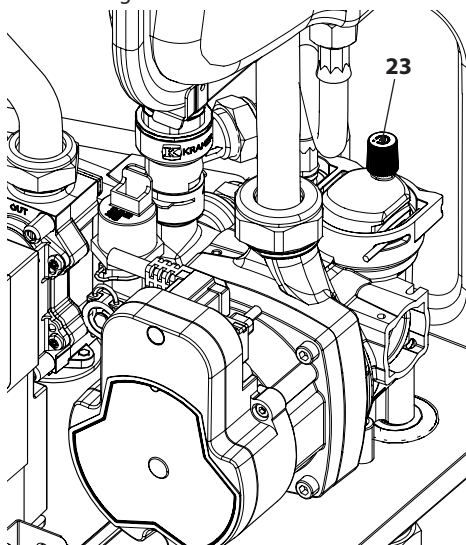

Figura 6.3
- Svitare il tappo della valvola di sfiato automatica 23 in Figura 6.3.